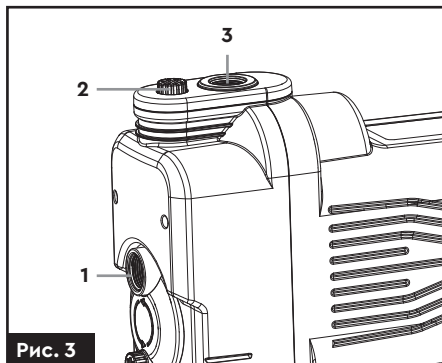

Рис. 3
1. Під'єднайте трубу вхідного трубопроводу до вхідного патрубка **(1) (рис. 3)** станції.
2. Під'єднайте трубу вихідного трубопроводу до напірного патрубка **(3) (рис. 3)** станції.
3. Відкрутіть пробку **(2) (рис. 3)** та заповніть насосну частину станції водою.